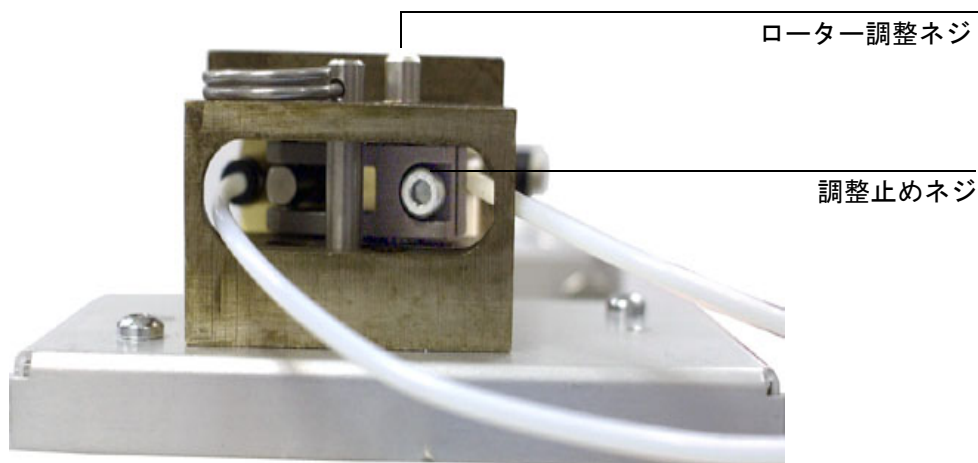

図 18. 調整止めネジ
4. 調整止めネジを緩めます。図 18 を参照してください。
5. アクチュエータの上部にあるローター調整ネジを探します。マイナスドライバを使用して、止まるまでバルブローターを反時計回りに回し、少しだけ戻します。これにより、ローターの片方の動きが設定されます。図 18 を参照してください。